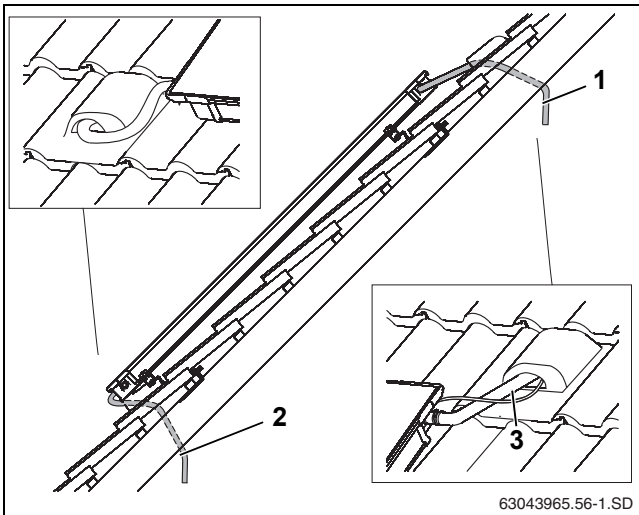

Fig. 47 Trecerea conductelor de conectare pe sub acoperiș
- ▶ Treceți furtunul solar și cablul sensorului prin țigla de aerisire (Fig. 47, [1]) și prin izolația acoperișului.